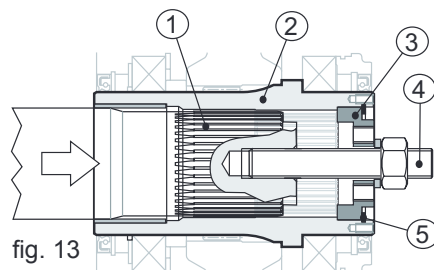

fig. 13
alinhar com a maior precisão possível o eixo fêmea do redutor (pos. 2) com o eixo macho da máquina (pos. 1) e, em seguida, efetuar o acoplamento dos dois eixos, depois de ter alinhado os dentes. O acoplamento deve ser efetuado sem forçar excessivamente as partes. O eixo da máquina deverá permanecer bem apertado na placa de retenção (pos. 3) que será montada. Para esta operação é necessário utilizar uma barra rosqueada (pos. 4) com dimensões adequadas. Em seguida, inserir em suas sedes primeiro a placa de retenção (pos. 3) e depois o anel de retenção para partes internas (pos. 5); neste ponto, aparafusando a porca da barra rosqueada, o eixo da máquina é colocado bem apertado (ver fig. 13).